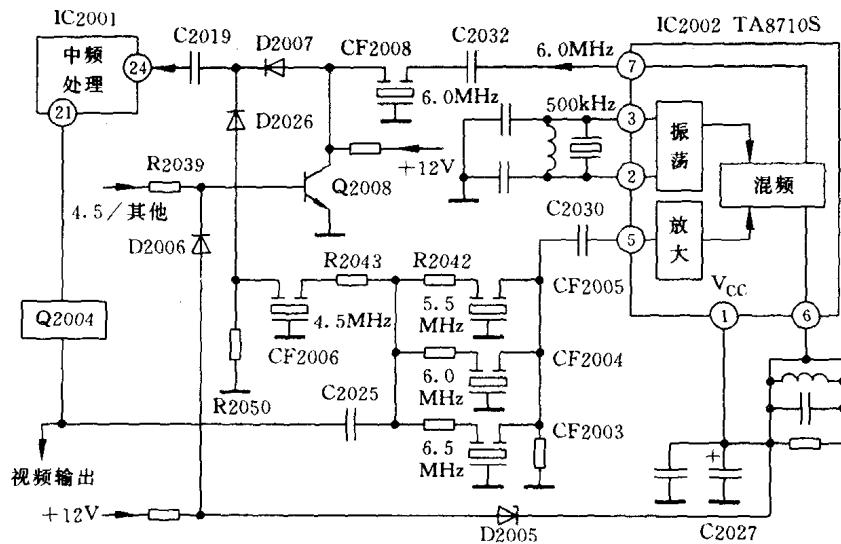

图 1-5 伴音制式切换
“4.5/其他”高电平加到 Q2007 基极,Q2007 导通,将 4.5MHz 晶体接入 IC2001 的②脚内调频检波器;第三,“4.5/其他”高电平经 R2038 加到 Q2010 输入端,使 Q2010 导通,IC2001 的①脚经 R2017 到地;第四,“4.5/其他”信号为高电平时,经 R2039(参见图 1-5)使系统开关控制管 Q2008 导通,将 CF2008/6.0MHz 带通滤波器输出端接地,同时二极管 D2007 截止,关断 6.0MHz 的通路,此时由 CF2006 选出 4.5MHz/NTSC-M 制的第二伴音中频信号经 D2026 加到 IC2001 的②脚。
极高电平使 D2003 截止,D2004 因正偏而导通,Q2003 导通,与 R2009 一起对中频信号进行箝位,此时,中频信号由 Q2001 集电极、D2002、C2001 加到声表面波滤波器 SF2001 的④脚;当“4.5/其他”信号为高电平时,使 Q2007 截止,Q2006 导通,将 CF2001 接入电路;当“4.5/其他”信号为低电平时,使 Q2010 截止,将 C2021、C2022 并入,作为调频检波器的移相网络。当“4.5/其他”信号为低电平时,还经过 R2039 使 Q2008 截止,D2007 导通,使 6.0MHz 带通滤波器输出经 D2007 和 C2019 加到 IC2001 的②脚,参见图 1-5 所示。
如图 1-5 所示,伴音制式切换电路由 IC2002 和 Q2008 等组成。当系统工作在 4.5MHz 伴音制式时,“4.5/其他”信号为高电平,使 Q2008 导通,D2007 截止,4.5MHz 信号直接由 CF2006 滤波选频经 D2006、C2019 输出到 IC2001 的②脚。